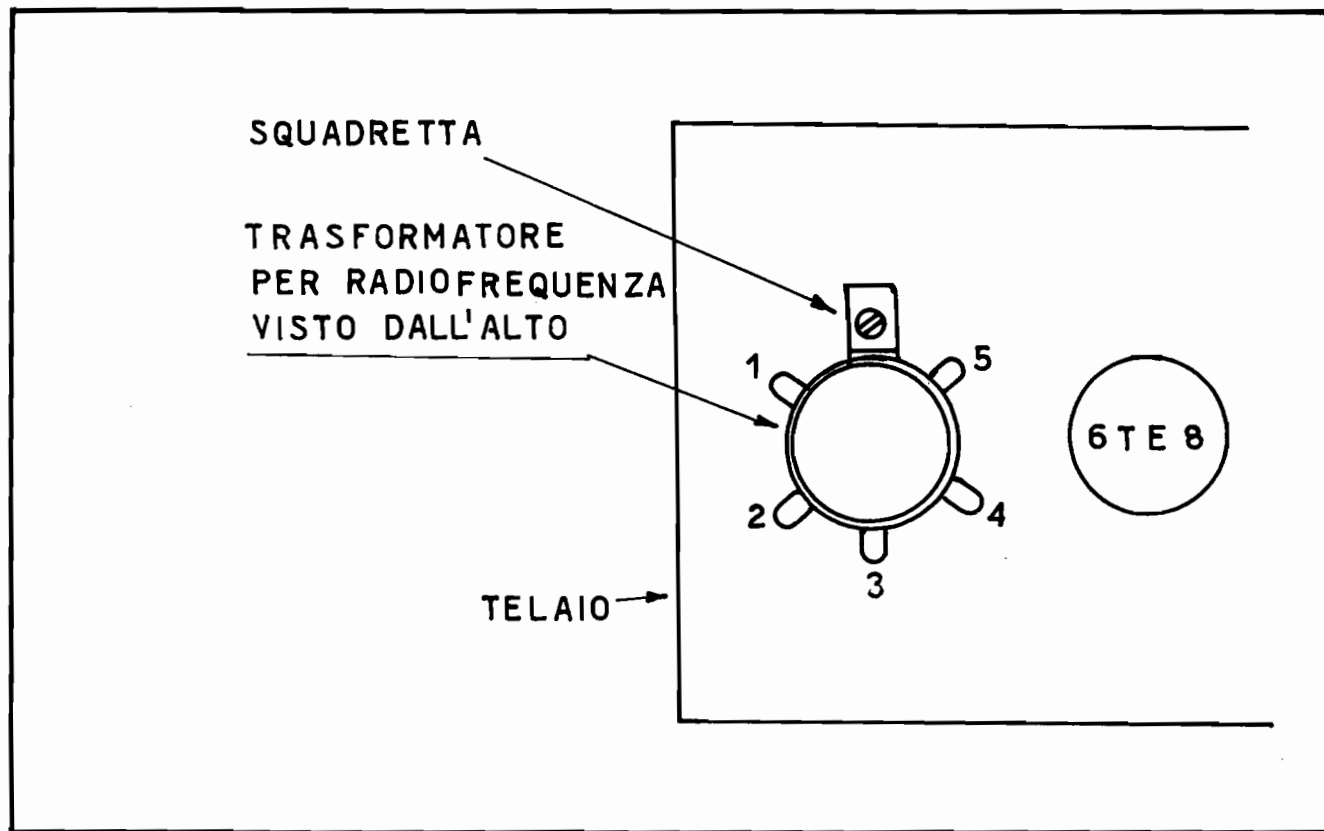

Fig. 7
- a) condensatore da 1000 pF a carta: dalla boccia A al capocorda 1 della bobina R.F. (il capocorda 1 è quello a sinistra della squadretta di fissaggio, guardando il telaio superiormente, (fig. 7). Per la numerazione dei capicorda della bobina, veda anche alla fine della Lezione Pratica 1a.